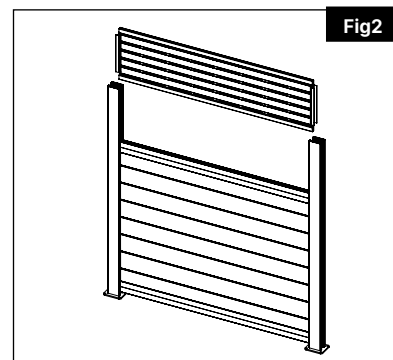

Fig.2
- 2.** Insérez les inserts de poteau en aluminium sur les extrémités du panneau DSP (fig. 2).
- 3.** Insérez l'assemblage DSP dans les poteaux et dans le haut de la traverse intermédiaire (fig. 2).